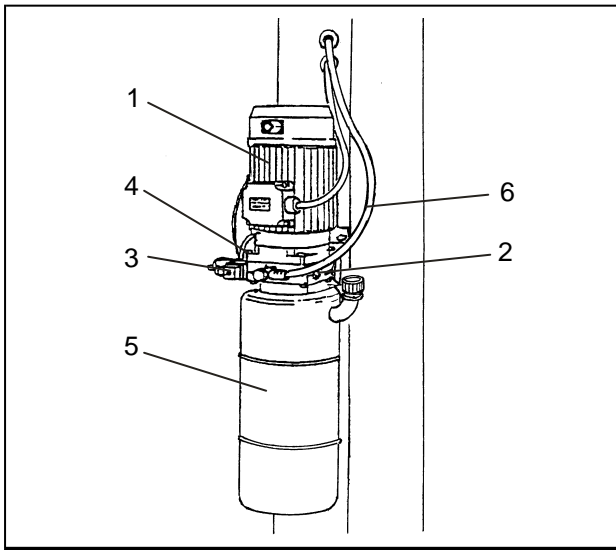

Fig.5 Centralina idraulica
- 2 cilindri idraulici (8), per il sollevamento dei carrelli, ancorati alle piastre di base del colone.
- 1 centralina idraulica (vedi fig.5), posta sulla colonna comando, per l'azionamento dei cilindri.
CENTRALINA IDRAULICA (Fig.5)
- 2 hydraulic cylinders (8), to lift the carriages anchored to the post base pads.
- 1 hydraulic unit (see. fig. 5), on the command side, to set the cylinders run.
HYDRAULIC POWER UNIT (Fig.5)